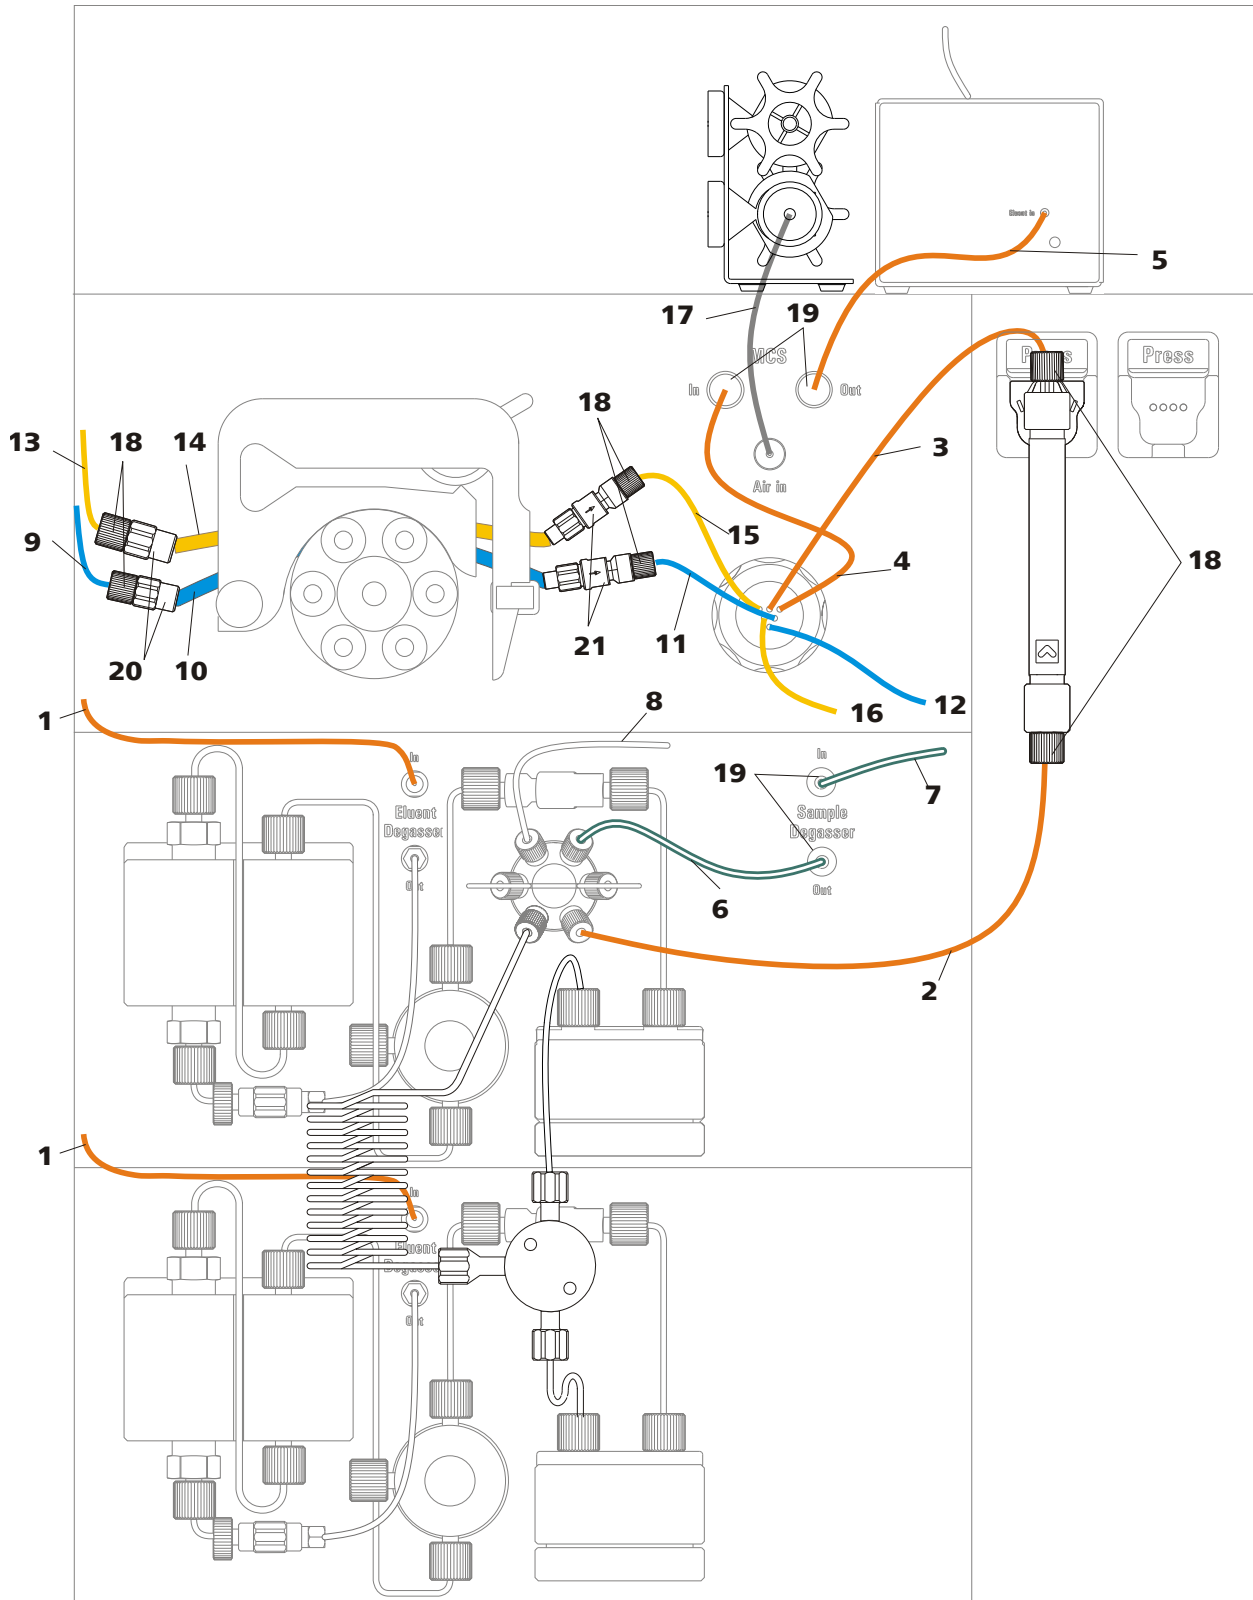

Abbildung 3 Installationsdiagramm
- ein Installationsdiagramm (*siehe Abbildung 3, Seite 16*), welches ein vollständig installiertes Gerät darstellt.
Die *Abbildung 3 Installationsdiagramm* zeigt die Kapillarverbindungen mit Anwendung der Gradienten-Technik und der sequentiellen Suppression (MSM-HC und MCS).